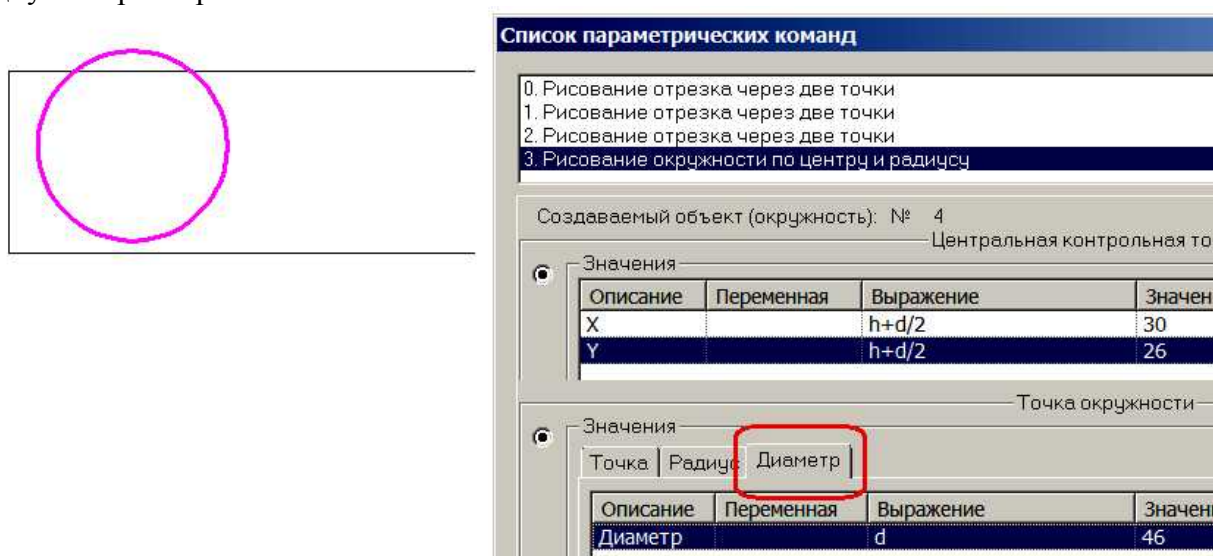

Рис. 2.10. Фрагмент диалога для команды с номером 3
2) Вычерчиваем нижнее отверстие под заклепку. Выбираем команду Окружность по центру и радиусу и размещаем создаваемую окружность в произвольном месте. В списке редактируемых команд появится команда 3. Изменим ее параметры. Нужные параметры показаны на рис. 2.10. Параметр Точка окружности имеет 3 вкладки: Точка, Радиус, Диаметр. Заполняем вкладку Диаметр, задав в качестве диаметра  $d$  (рис. 2.10) или вкладку Радиус с параметром  $d/2$ .